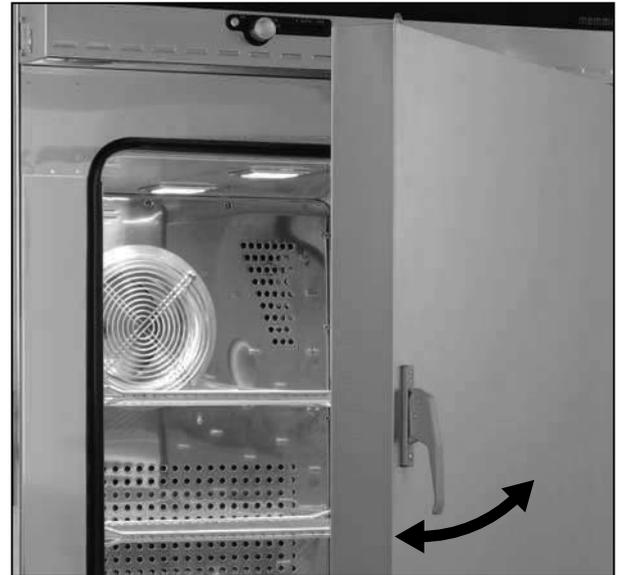

Fig. 16 Aprire e chiudere la porta
- ▶ Per aprire, ruotare la maniglia verso l'alto e tirare (Fig. 16).